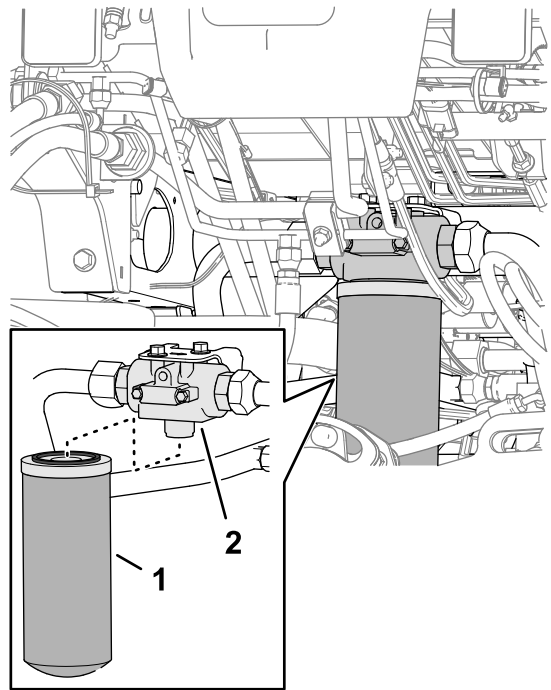

Bild 149
2. Legen Sie an der Vorderseite der Maschine eine Auffangwanne unter den saugseitigen Hydraulikölfilter (**Bild 149**).